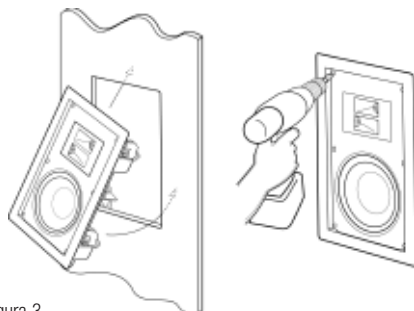

Figura 3
4. Inserte el altavoz en la abertura y fíjelo apretando los seis tornillos Phillips (vea la ilustración). Las seis patas angulares del armazón giran hacia afuera y comprimen el armazón contra la pared cuando se aprietan. Si va a usar una herramienta eléctrica para apretar estos tornillos, disminuya el par de torsión. Si no lo hace, puede dañar el altavoz (vea la Figura 3).